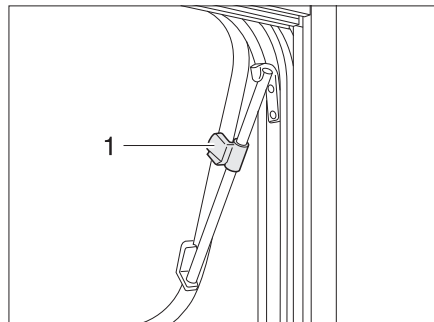

Fig. 65 Ventana abatible con soportes giratorios, abierta
- Abrir la ventana abatible hasta la posición deseada y fijarla con el mando moleteado (Fig. 65,1).
- Girar el mando moleteado (Fig. 65,1) hasta que se suelta el bloqueo.